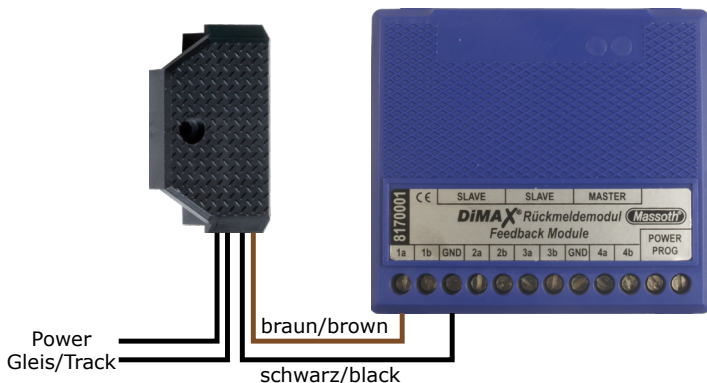

Abbildung 1: Anschluss eines digitalen Gleiskontakts an Rückmeldekontakt 1a
- Das braun/schwarze Kabelpaar wird gemäß Abbildung 1 mit dem Rückmeldemodul verbunden. (Im Schaubild mit Anschluss an 1a)